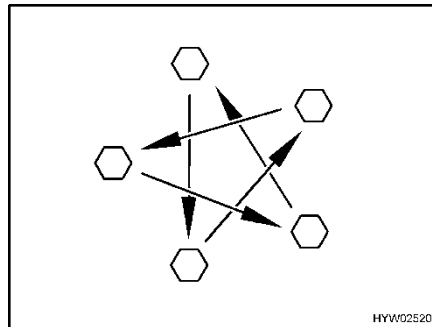

Fig. 132 Serrare a croce i dadi o i bulloni delle ruote
- Controllare regolarmente il serraggio dei dadi o dei bulloni. Regolare a croce (Fig. 132) il serraggio dei dadi o dei bulloni di una ruota sostituita dopo circa 50 km.
- ▷ Serrare a croce i dadi o i bulloni delle ruote (Fig. 132).